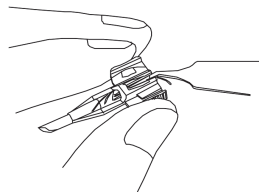

図 8
8. 前方ループは進行方向に向かって伸びるようにして押し込み、図 8 に示すような位置までレンズを装填する。